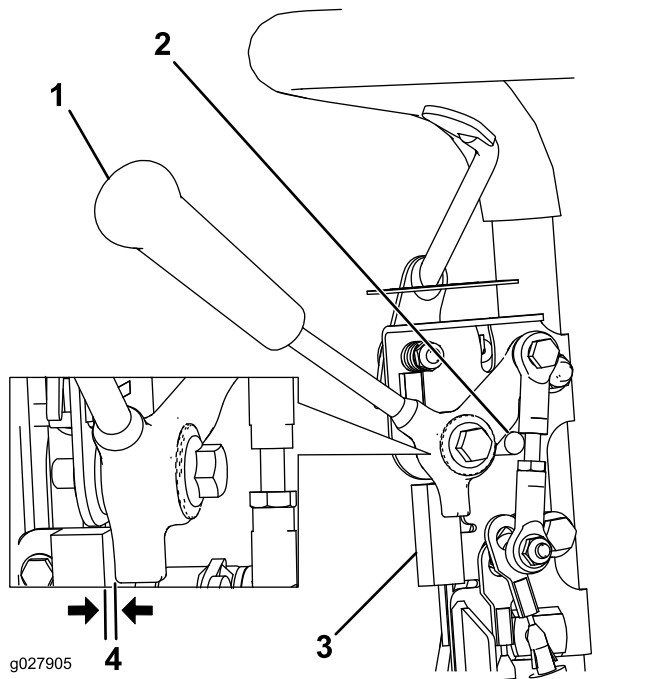

图36
1. 确保发动机关闭、牵引杆处于“已分离”位置且机器停放在“空档停止”位置（图36）。
2. 松开联锁开关紧固件（图36）。
3. 在牵引杆与联锁开关之间放入 0.8mm 厚的塞尺（图36）。